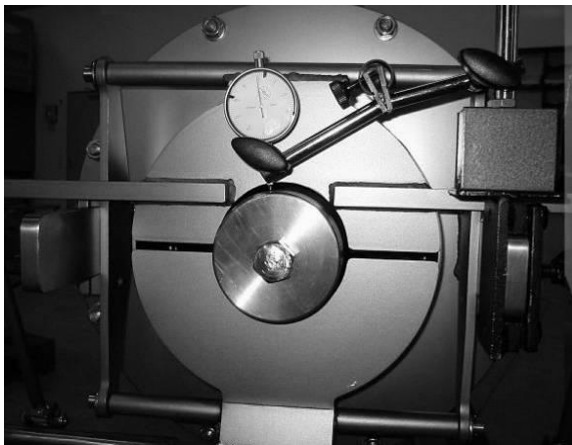

Abb. 13-13: Kontrolle des Taumelschlages der Schnecke
6. Lösen Sie die Kontermuttern der Abstreifschrauben und drehen sie die Abstreifschrauben ca. eine Umdrehung gegen den Uhrzeigersinn, siehe Abb. 13-13
Nun wird noch einmal der Taumelschlag der Schnecke überprüft. Dieser sollte kleiner als 1 mm sein, da ansonsten die Siebe beschädigt werden. Abb.13-13 zeigt die Kontrolle des Taumelschlages im Werk. Ist der Taumelschlag größer, Schnecke und Befestigungselemente erneut auf Schäden, Markierungen und Verschmutzung überprüfen.